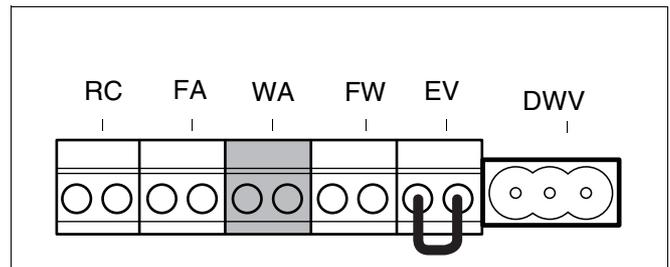

Fig. 34 Morsettiera – Richiesta di calore non in tensione (collegamento colore verde)
- Collegare il contatto per richiesta di calore senza tensione al morsetto verde WA (fig. 34). La resistenza massima ammessa di questo circuito è pari a 100 Ohm. Utilizzare un cavo elettrico bipolare da 0,4 – 0,75 mm2.